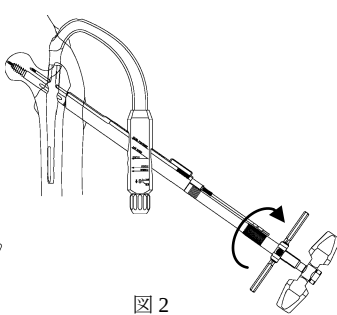

図2
- 骨折部への圧迫が必要な場合、ターゲットデバイスのスリーブ固定つまみがロックの位置であることを確認し、圧迫ナットのハンドル穴にハンドルを取り付け、ラグスクリューT レンチのグリップを確実に把持したまま、圧迫ナットを前進させます。（図2）